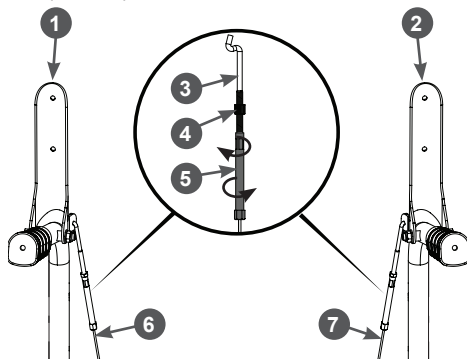

Рис. 8 Подсоединение тросов к рычагам
Убедитесь в том, что тросы включения шнеков (левый) и включения хода (правый) установлены в ручки роликов (Рис. 8). В противном случае, при попытке включить шнеки или ход снегоотбрасывателя тросы будут повреждены. На механическое повреждение тросов гарантия производителя и поставщика не распространяется.
- выкрутите Z-образные наконечники 3 тросов из соединительных муфт 5 тросов. Затем вставьте наконечники в боковые отверстия на рычагах включения шнеков 1 и включения хода 2 (Рис. 8);
(закручивая) соединительную муфту 5 по часовой стрелке (смотреть снизу-вверх), устраните провисание троса 6. Накрутите соединительную муфту 5 на наконечник 3 ещё на один оборот, после чего законтрите резьбовое соединение закрутив контргайку 4 (Рис. 8);
- таким же образом подсоедините к рычагу 2 трос 7 включения хода (Рис. 8).
- при необходимости, отрегулируйте длину троса с помощью соединительной муфты (Рис. 8). Чтобы укоротить трос – накрутите соединительную муфту 5 на Z-образный наконечник 3 троса. Чтобы удлинить трос – открутите. После регулировки затяните контргайку 4 (Рис. 8). Установите на место кожух защитный ремней.
- при необходимости, отрегулируйте длину троса с помощью соединительной муфты (Рис. 8). Чтобы укоротить трос – накрутите соединительную муфту 5 на Z-образный соединительную 3 троса. Чтобы удлинить трос – открутите. После регулировки затяните контргайку 4 (Рис. 8). Установите и закрепите нижний защитный лист корпуса трансмиссии и верните снегоотбрасыватель в рабочее положение.